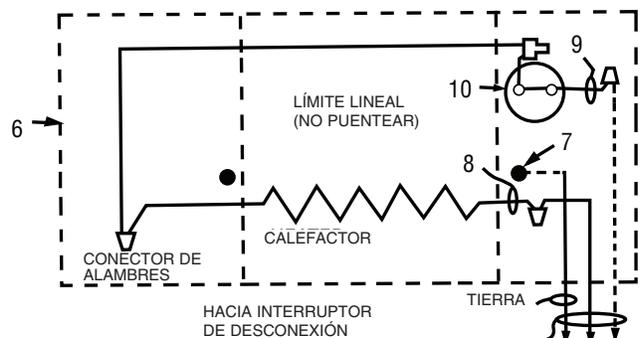

Figura 3. Instalación de unidad sola
5. Siguiendo el diagrama de cableado, Figura 3, realice las conexiones eléctricas en la caja de conexiones removiendo el conector de alambres (capuchón) fuera de los alambres del calefactor (8 y 9) y realizando la conexión eléctrica con los alambres de suministro de energía. Conecte el alambre de conexión a tierra con el tornillo verde de conexión a tierra (7) en la caja de conexiones.